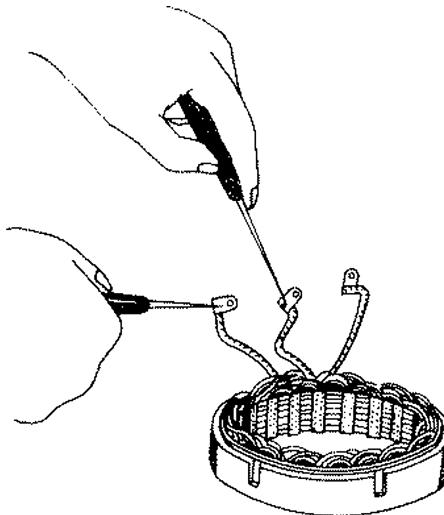

图 2-4 定子绕组断路检修
(1)定子绕组断路检修。如图 2-4 所示,用万用表 $R \times 1$ 挡检测定子绕组三个接线端,两两相测,阻值应小于 1Ω ,若阻值为 ∞ ,说明断路。断路故障应用 $35 W/220 V$ 的电烙铁焊接修复,若不能修复,应更换定子绕组或定子总成。